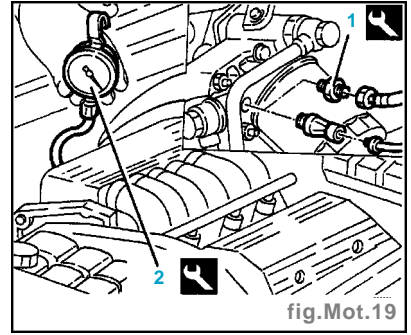

fig. Mot. 19
- Déposer le manomètre et monter à la place le raccord (1) et le manomètre (2) (fig. Mot. 19).